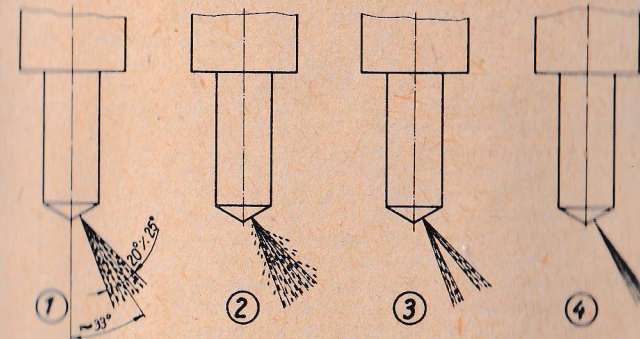

Abb. 28 - Strahlbild der Einspritzdüse
7.3.5.1. Strahlbild der Düse (Abb. 28)